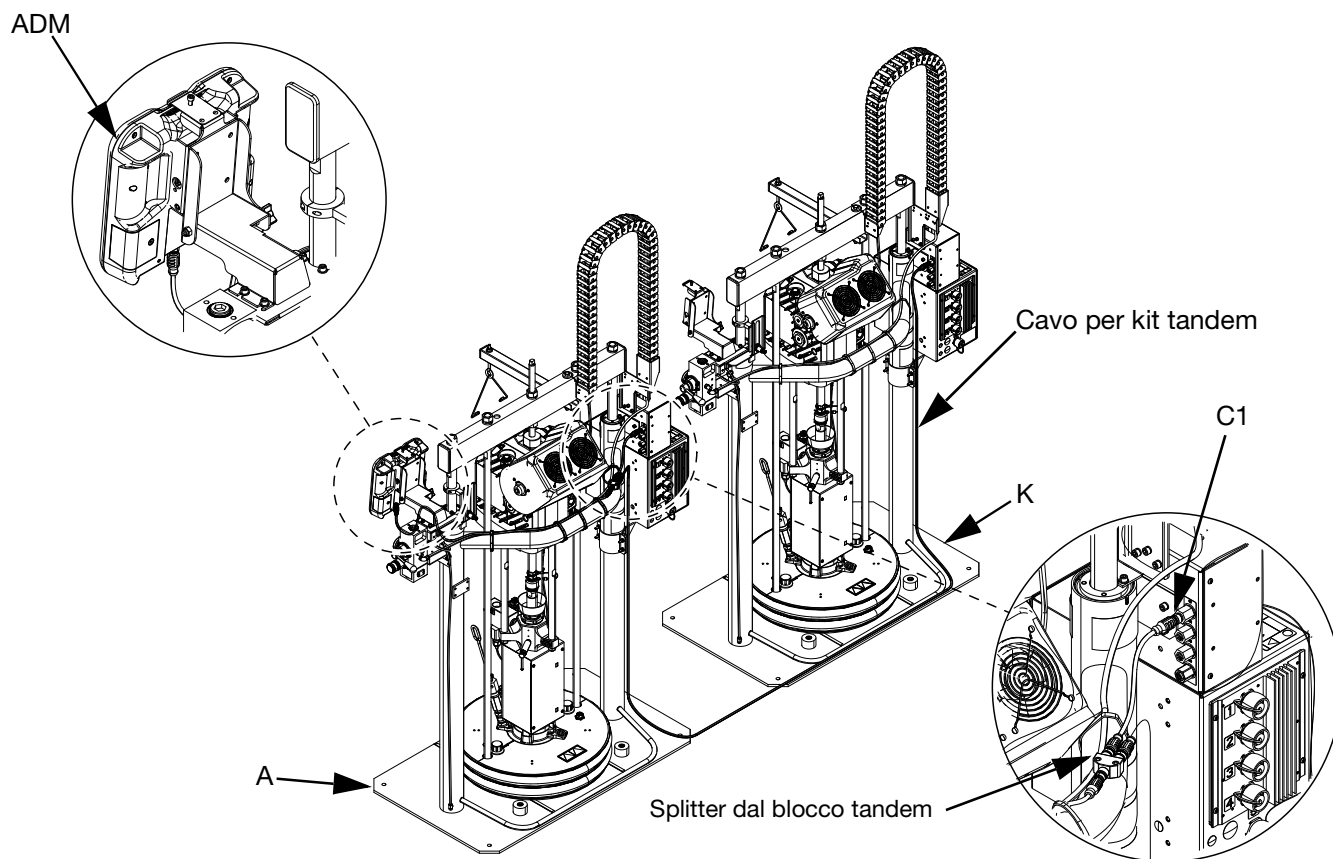

FIG. 10: Collegamenti per la comunicazione
4. Utilizzare le fascette incluse nel kit per fissare i cavi al telaio del pistone. Vedere FIG. 10 per l'instradamento dei cavi.